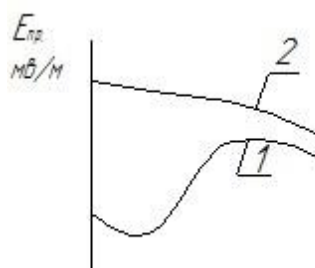

Рис. 1.2
Вопрос 1.3. На рис. 1.2 приведены зависимости электрической прочности трансформаторного масла от температуры. Для какого масла (высушенного или эксплуатационного) соответствует кривая 2?
2. Для эксплуатационного. 3. Для указанных разновидностей трансформаторного масла необходимая зависимость на рис. 1.2 не приведена.